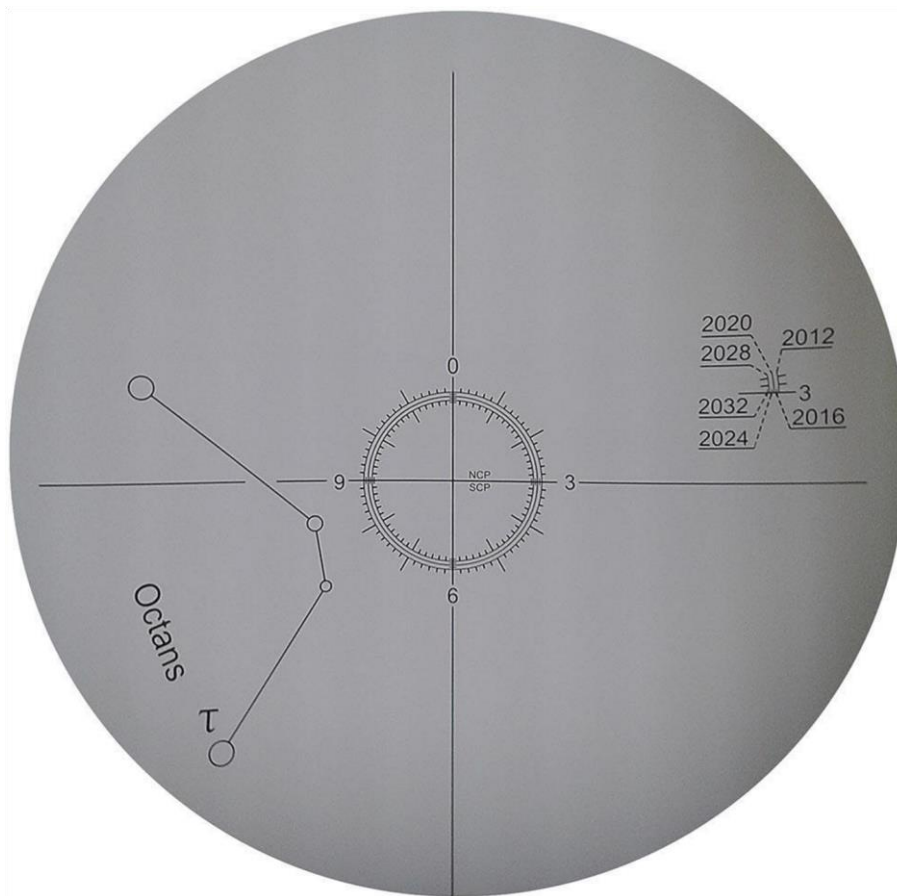

Abb. 3.2a
2. Zur Beobachtung in der südlichen Hemisphäre: Im FOV des Polsuchers die 4 schwache Sterne (Around Magnitude 5 bis 6) lokalisieren, die das Muster wie die "Octans" -Zeichnung im polaren Bereich bilden (siehe Abb. 3.2a). Lösen Sie die R.A. Kupplung und drehen Sie den R.A. Achse, um die Ausrichtung der Zeichnung "Octans" auf die 4 Sterne auszurichten. Verwenden Sie dann die Höheneinstellschrauben und die Azimuteinstellungsknöpfe, um die 4 Sterne zu den 4 kleinen Kreisen der "Octans" -Zeichnung zu bewegen.
2. Am Ende der Initialisierung der SynScan-Handsteuerung zeigt die SynScan-Handsteuerung nach Eingabe der richtigen lokalen Längen-, Breiten-, Datums-, Zeit- und Sommerzeit die folgende Meldung an: "Polaris Position in P.Scope = HH: MM ". Stellen Sie sich den größeren Kreis in der Abb. 3.2a als Zifferblatt mit 12 Uhr oben vor, wobei die aktuelle Zeit auf "HH: MM" zeigt. Die Orientierung des Stundenzeigers der Uhr stellt die Ausrichtung der Polaris im polaren Bereich dar. Setzen Sie den Polaris auf dem großen Kreis in die gleiche Richtung. Die Polaris-Position ändert sich auch im Laufe der Zeit. Das Fadenkreuz in Abb. 3.2a zeigt 3 Kreise, um die Umlaufbahn der Polaris im Jahr 2012, 2020 und 2028 darzustellen. Es gibt auch Sub-Zifferblätter für 0, 3, 6 und 9 Uhr für das Jahr 2016, 2024